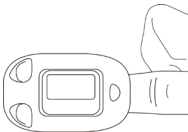

Figura 5 Colocar el dedo en posición
2) Abra la sonda como se muestra en la Figura 5.